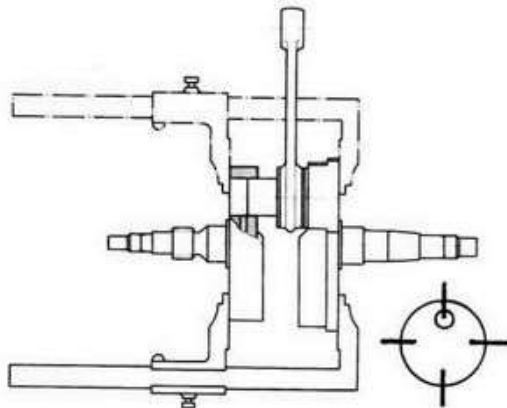

Fig. 49
- Parallelität der Wangen mittels einer Schieblehre kontrollieren (siehe Fig. 49)
- Contrôler le parallélisme des voiles au moyen d'un pied à coulisse (Fig. 49)
Um die Parallelität der Wangen mittels Schieblehre laut Fig. 49 zu kontrollieren sind vier Messungen vorzunehmen (d.h. alle 90°).
Pour contrôler le parallélisme des voiles au moyen du pied à coulisse (selon fig. 49), effectuer quatre mesures à 90° .